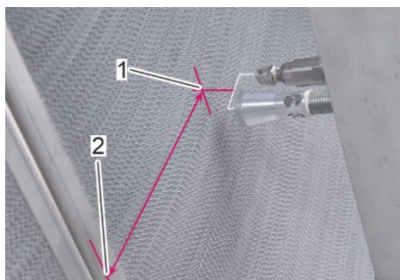

Figura 50: Distancia entre el centro del par de boquillas y el segmento del rotor
2. Mida la distancia entre el centro del par de boquillas (Figura 50/1) y el borde del segmento del rotor (Figura 50/2).